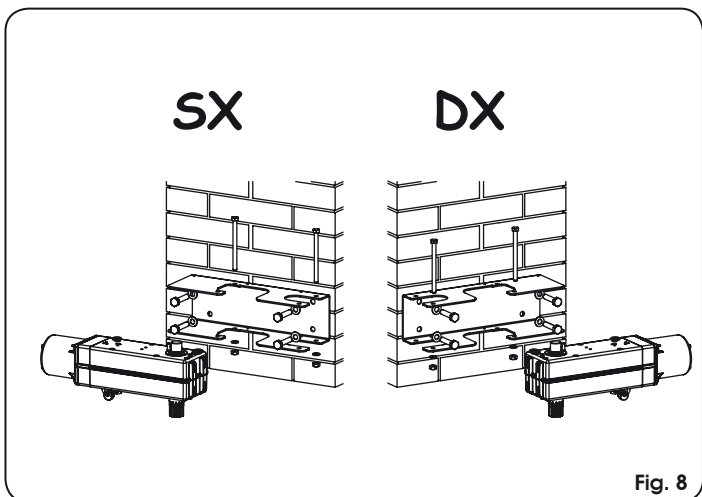

Fig. 8
- Fixer, en vérifiant que l'horizontalité soit parfaite, la plaque de base au pilier en utilisant des vis $\varnothing 10$ et des chevilles appropriées (Fig. 8).
- Insérer le groupe motoréducteur dans la plaque de base et le fixer avec deux vis, les écrous correspondants et les rondelles élastiques (Fig. 8).